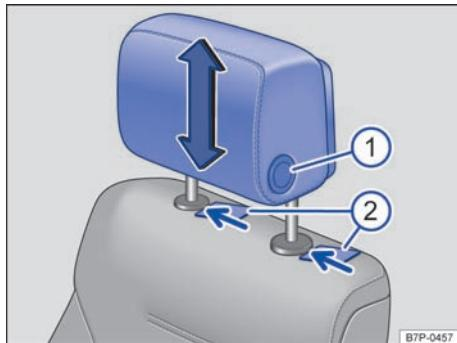

图 56 拆卸前部头枕
- 将头枕解锁时，使用一个扁平物品（例如塑料卡片 → 图 56 ②）。